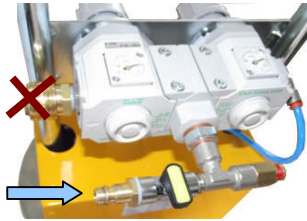

Bild 1
- >>Schließen Sie den Druckluftschlauch vom Kompressor kommend an den Druckluftanschluß mit Hauptdruckluftkugelhahn an (Seite17 Bild.1)